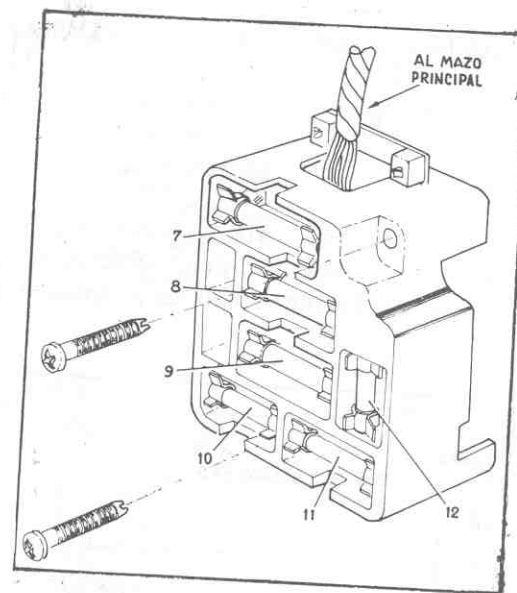

Fig. 118.— Detalle de la caja de fusibles.
*Sistema de faros simples.* En este sistema, los diferentes fusibles protegen los elementos y accesorios que se detallan a continuación (fig. 118):